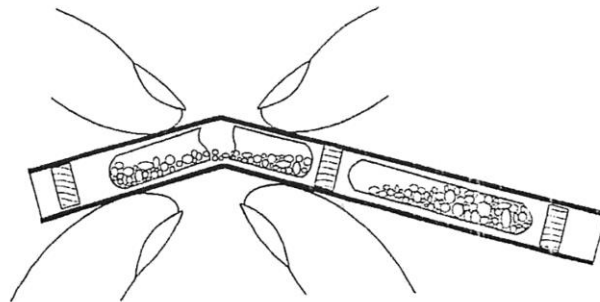

Abb.1
- **Beide** Ampullen im Rauchröhrchen durch Knicken des Schlauches zerbrechen (Abb.1)